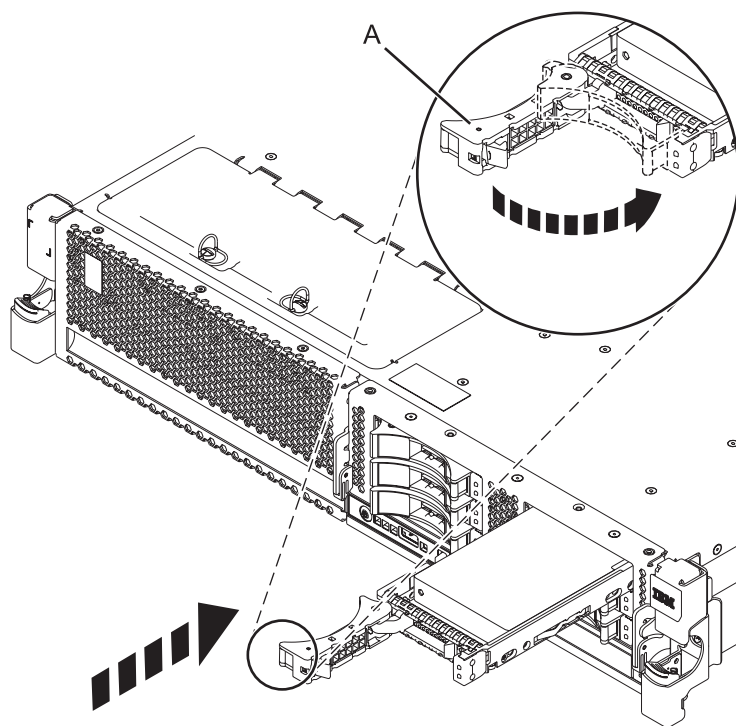

Figura 21. Instalación de una unidad de disco en el sistema
4. Deslice la unidad de disco o la unidad de estado sólido hasta el fondo del sistema o de una unidad de expansión y empuje el asa (A) de la unidad de disco o unidad de estado sólido hasta que quede encajada. Consulte Figura 21 en la página 35.